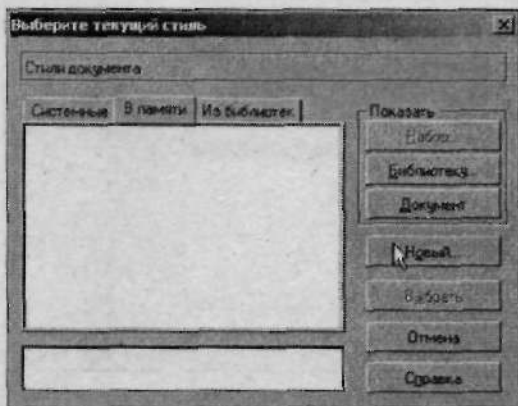
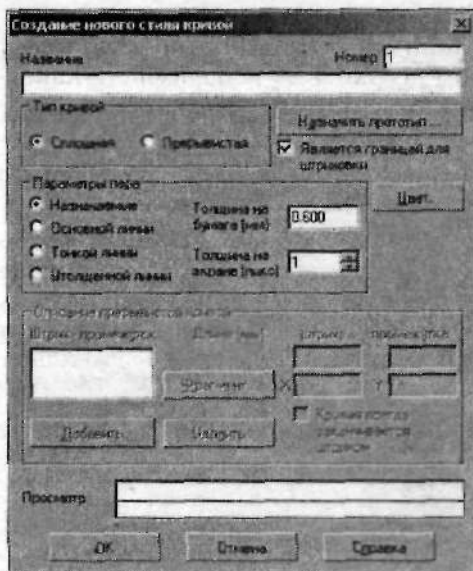

Рис. 2.19. Чтобы создать новый стиль линии, щелкните по кнопке **Новый**, расположенной на вкладке **В памяти**
Рис. 2.20. Диалоговое окно Создание нового стиля кривой
3. Чтобы создать новый стиль, щелкните по вкладке **В памяти** и нажмите кнопку **Новый** (рис. 2.19). Откроется диалоговое окно **Создание нового стиля кривой** (рис. 2.20), в нижней части которого расположено окно предварительного просмотра — вы можете наблюдать результат создания новой линии.